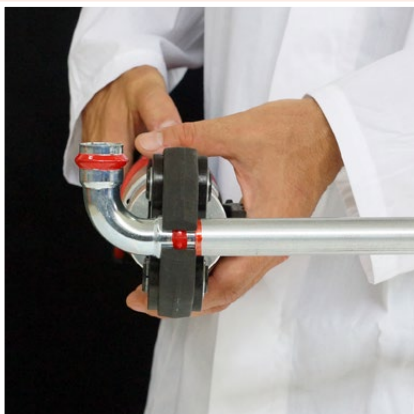

Fig. 27 | Verpressung
8.6 Bestücken der Presswerkzeuge (Abb. 27)
8.7 Verpressung (Abb. 27)
8.7 Pressing (fig. 27)